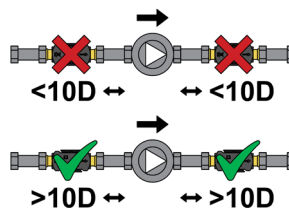

Fig.3
3. Ne positionnez pas le débitmètre immédiatement avant ou après une pompe de circulation (Fig.3);